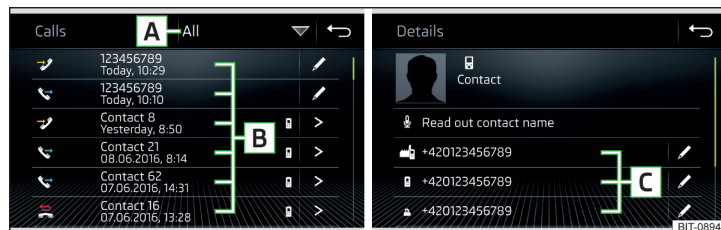

Fig. 196 **Lista de llamadas / detalle del contacto**
- ▶ En el menú principal *Teléfono* pulse la superficie funcional , se muestra una lista de llamadas » fig. 196.
- > Visualización del detalle del contacto » fig. 196